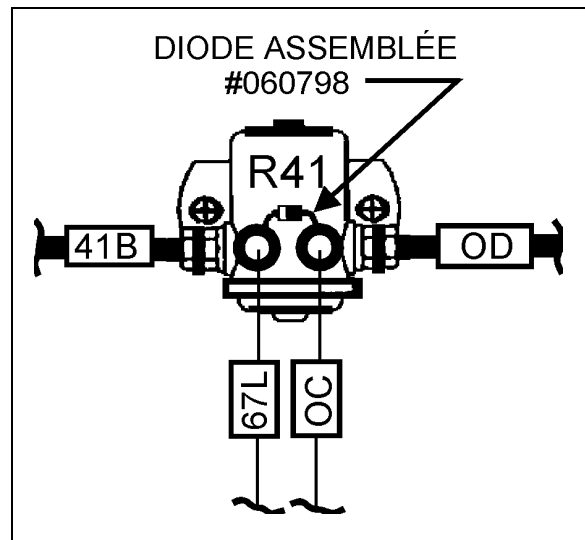

FIGURE 6
11. Dénuder l'extrémité du fil #41B, sertir une cosse à anneau (#561246) puis brancher au relais R41 tel qu'illustré à la figure 6. Serrer l'écrou à un maximum de 40 lbf•po.
13. Mettre la diode assemblée (#060798) en place sur le relais R41 tel qu'illustré à la figure 6, dénuder l'extrémité du fil #67L, sertir une cosse à anneau (#560815) puis brancher au relais R41. Serrer l'écrou à un maximum de 20 lbf•po.
**Attention:** S'assurer de bien positionner la diode assemblée tel qu'illustré à la figure 6.